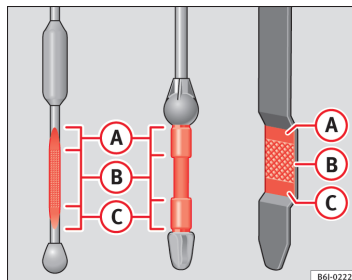

Fig. 144 Oliepind
- Træk derefter oliepinden op igen, og aflæs oliestanden ⇒ Fig. 144. Fyld om nødvendigt mere motorolie på.